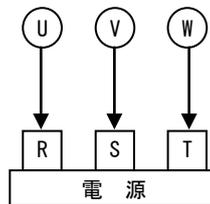

図 7 配線接続図(三相電動機の場合)
- (1) 配線は図 7(三相電動機の場合)及び、電気設備技術基準や内線規程に従って正しく行ってください。